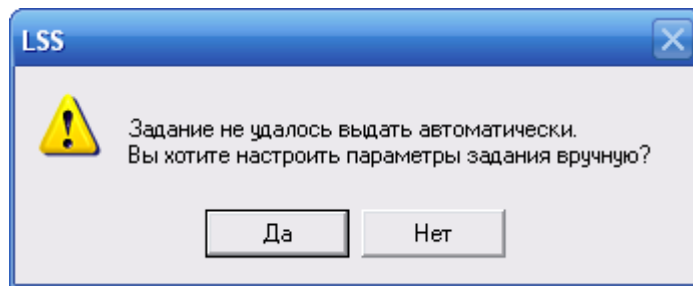

Рис. 5-5
- Если исполнителей и координаторов несколько, задание не может быть выдано автоматически, поэтому появится сообщение, в котором предлагается настроить параметры задания вручную (рис. 5-5).